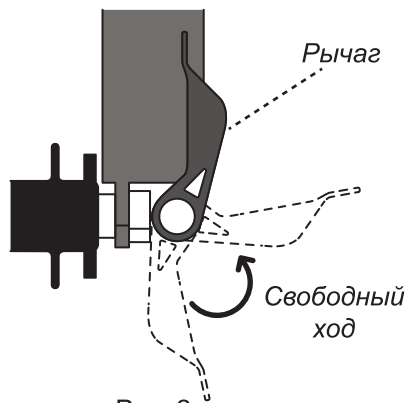

Рис. 2
- 4) Вертикально удерживая велосипед, закройте эксцентриковый зажим, предварительно отрегулировав свободный ход рычага (рис. 2).
Рекомендуемый свободный ход рычага 90°(рис. 2).